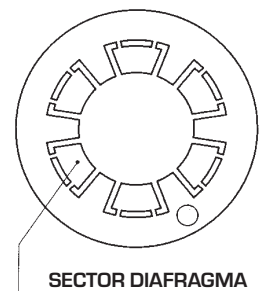

Fig. 4/a
2.8.1 Kit conductos separados (fig. 4)
El kit conductos separados cód. 8089905 está suministrado con diafragma de aspiración que debe emplearse, en función de la pérdida de carga máxima permitida en ambos conductos, como explicado en fig. 4/a.